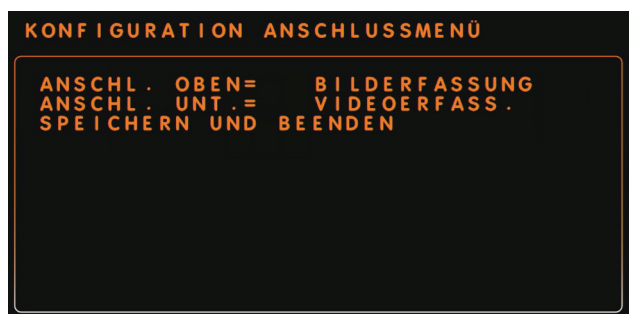

Abbildung 27. Anschlüsse konfigurieren
1. Wählen Sie das Symbol **ANSCHLÜSSE KONFIGURIEREN** auf dem Bildschirm **MENÜ SYSTEMKONFIGURATION**, um den Bildschirm **ANSCHLÜSSE KONFIGURIEREN** zu öffnen (Abbildung 27). **ANSCHL. OBEN** = blinkt. Die Standardeinstellung ist **BILDERFASSUNG**.